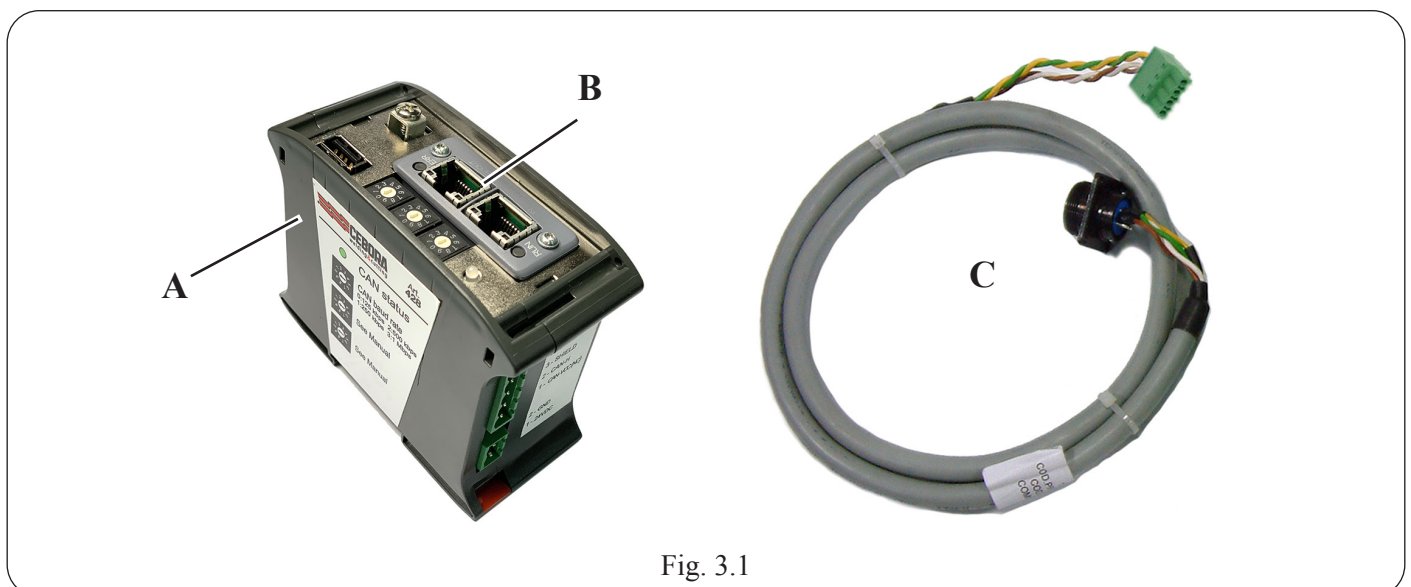

Fig. 3.1
La interfaz gateway art. 428, se compone de la interfaz de comunicación (25)A, del módulo Anybus **B** y del cable CANopen (4)C (Fig. 3.1).